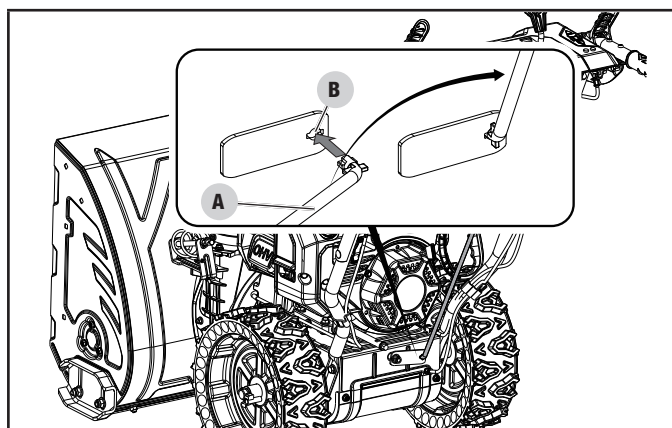

Figure 6
Fixez l'extrémité inférieure de la bielle de commande de vitesse (A) à une position d'environ 10 heures et glissez l'extrémité de la bielle dans la fente en forme de clé du levier de sélection de vitesse (B). Tournez la bielle vers le haut, en position de 12 heures vers le levier de sélection de vitesse. (Fig. 6)